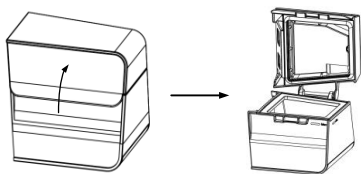

Fig. 19-1
(1) **Deschiderea camerei de apă:** Deschideți capacul camerei de apă, așa cum se arată în Fig. 19-1.